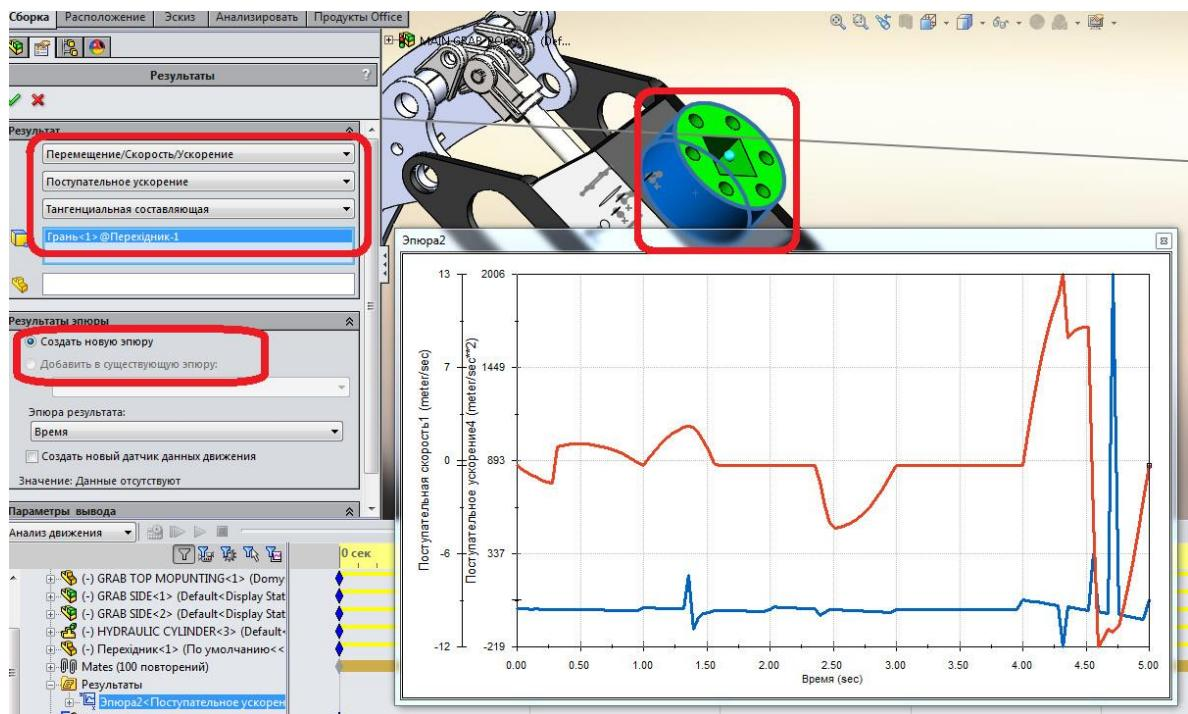

Рис. 4. Епюри швидкості і прискорення
5. У розділі **Результати епюри** виберіть **Додати до наявної епюри** і натисніть **Епюра1** (див. рис.4).